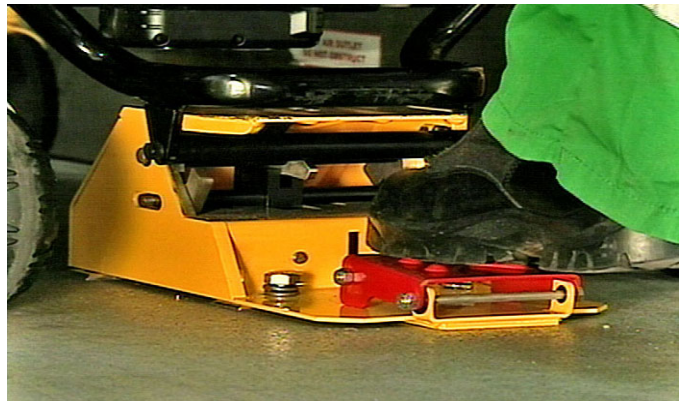

Figure 18 – Retirer la civière
2. Rouler la civière vers l'extérieur du compartiment patient, comme le montre la Figure 18.